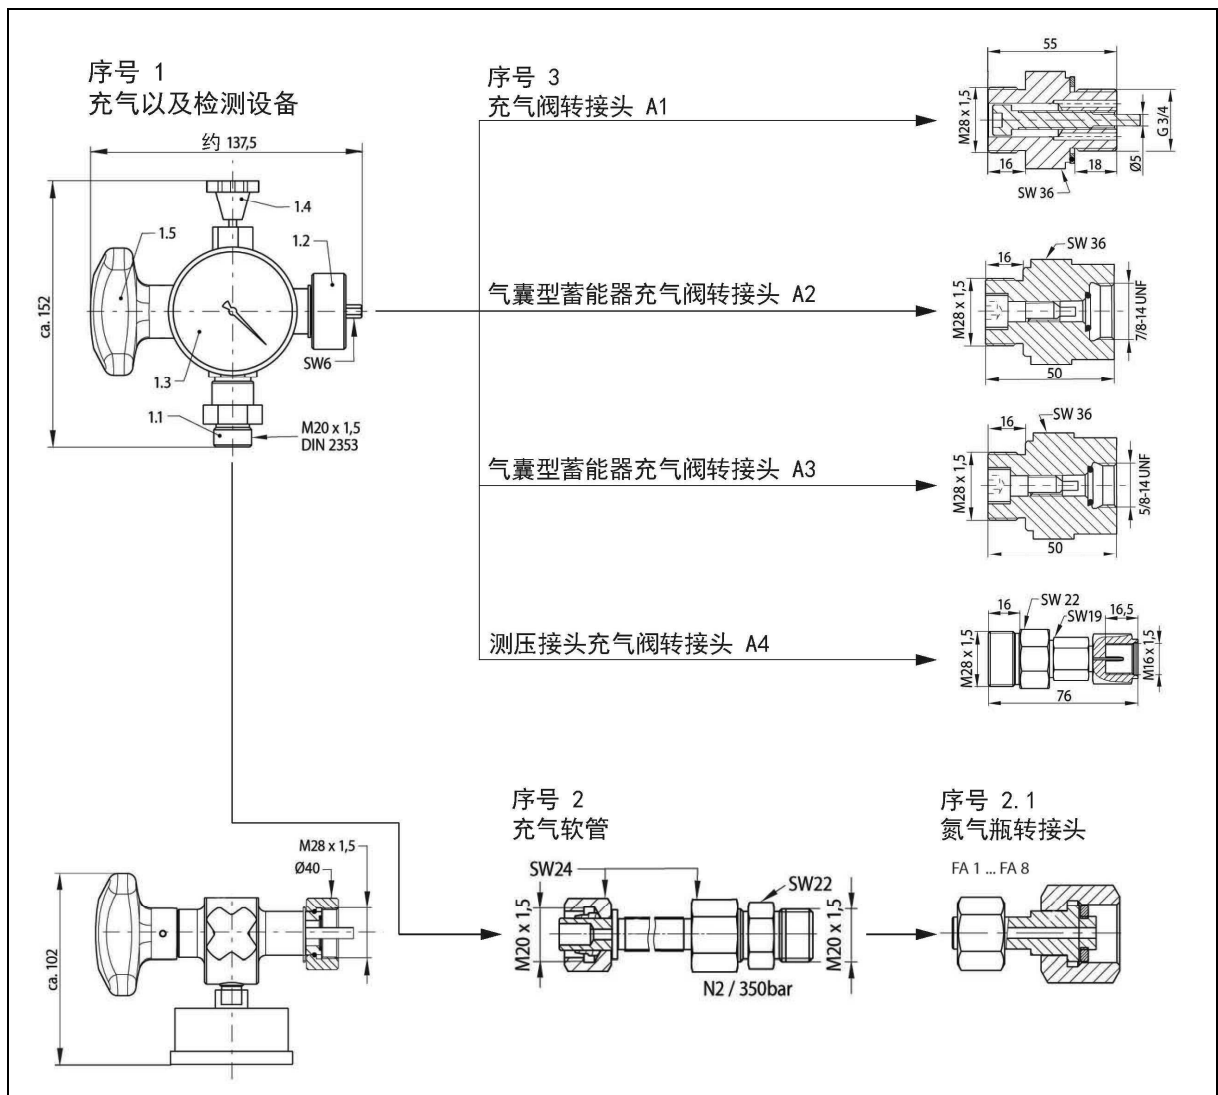

图 1-1 罗特充气与检测设备
只允许受过培训的专业人员按照以下操作说明使用充气与检测设备（参见图 1-1，序号 1）。
2.	将充气与检测设备（图 1-1，序号 1）的泄压阀转柄（图 1-1，序号 1.4）向右转到底（关闭）。
5.	将相应的充气软管接头（图 1-1，序号 2）连接到充气与检测设备的接头上。
6.	将充气软管另一端（图 1-1，序号 2）连接到氮气瓶的接头上。此时需要用到相应的氮气瓶转接头 FA1 ... FA8（图 1-1，序号 2.1）。 进行每道充气步骤之前，请检查充气软管（图 1-1，序号 2）是否完好。为避免发生软管爆裂危险，应采取相应的预防措施。例如，与充气软管平行安装一根钢丝绳，钢丝绳与充气软管多处绑定。注意，充气软管最长使用寿命约为 6 年，超出使用年限请勿再使用。
8.	打开氮气瓶阀门, 直到压力表上达到需要的预充压力 (P_0) 为止。在充气阀打开状态下, 也可以从压力器或蓄能器设备气体侧的压力表 (如有) 上读取 P_0 值。时不时关闭氮气瓶转接头 (图 1-1, 序号 2.1) 以读取 P_0 。
10.	若 P_0 太高, 必须借助泄压阀 (图 1-1, 序号 1.4) 使其降到正确的值。氮气瓶阀必须关闭。
- 执行步骤 11 和 13。将氮气瓶转接头 (参见图 1-1, 序号 2.1) 从空的氮气瓶充气软管 (参见图 1-1, 序号 2.1) 上拆下来, 将软管拧到新的氮气瓶上。
3.	向左转动泄压阀 (图 1-1, 序号 1.4) 释放出氮气。
4.	检查压力器的气体侧是否无压力。若没有压力, 则压力表显示 0 bar。让泄压阀 (图 1-1, 序号 1.4) 保持打开。